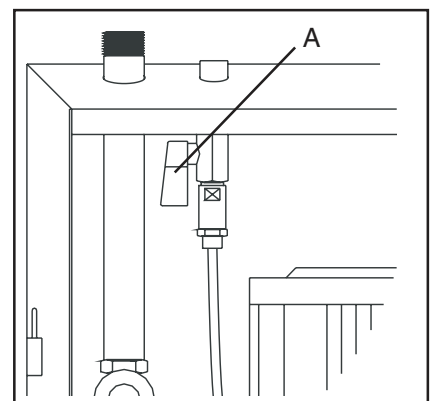

Fig. 17
2. Ouvrir l'alimentation d'air, qui est placée à l'intérieur de la station principale (voir A, fig.17).
3. Fermer l'alimentation d'air (A, fig. 17).